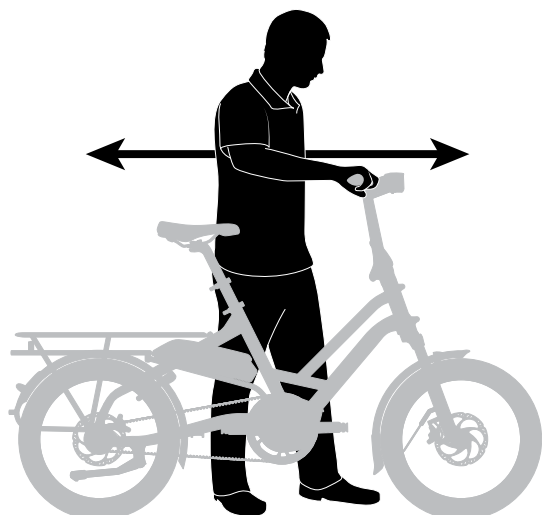

fig. 14
- Apriete el freno delantero y mueva la bicicleta hacia adelante y hacia atrás (fig. 14). ¿Está firme? Si escucha un chasquido con cada movimiento hacia delante o hacia atrás de la bicicleta, probablemente tenga floja una dirección. Pida a su distribuidor que revise la bicicleta.